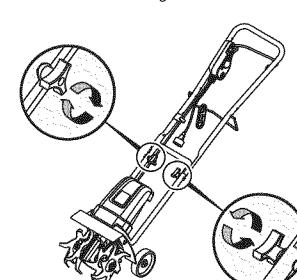

Fig. 2
- Vissez les boutons pour maintenir les poignées en place (Fig. 2).